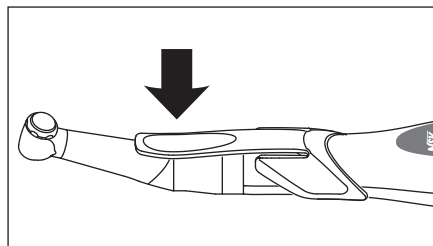

Fig. 8
- 3) Premere il tasto POWER per più di due secondi per inserire l'alimentazione, premere quindi il punto contrassegnato da una freccia come mostrato dalla Fig. 8 e verificare che il motore ruoti correttamente.